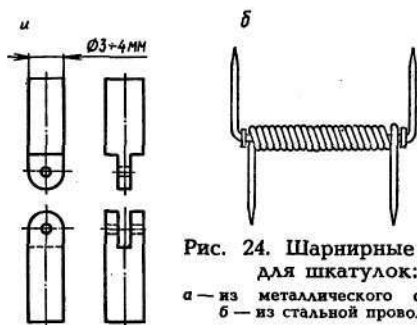

Рис. 24. Шарнирные петли для шкатулок:
Если в шкатулке предусмотрен врезной замочек, с внутренней стороны передней стенки корпуса выбирают паз в размер замочка, намечают и вырезают отверстие для ключа и замочек крепят в паз. По кромке передней стенки крышки соответственно пазу для замочка выдалбливают паз в размер его личинки. Личинка крепится к крышке. Затем в шарнире сверлят отверстие диаметром 0,8 мм для соединительной проволочки. Сначала на каждой боковой грани выступов шарнира шилом намечают точку — центр оси вращения. Затем направленным в дрель тонким сверлышком, сделанным из стальной проволочки, расклепанной и заточенной в виде копыя, сверлят отверстия в выступах корпуса, выступы шарнира крышки вставляют в углубления корпуса и сверлят все вместе. Так легче достигнуть совпадения отверстий. Шарнир в местах соединения смазывают мылом или воском. В просверленное отверстие вставляют проволочку, конец которой предварительно немного заостряют. Длина проволочки должна быть чуть меньше длины отверстия. Концы отверстий заделывают вставками. Сушат изделие 6—8 часов и шлифуют поочередно среднезернистой и мелкозернистой шлифшкурками. Кроме шарнира, выполненного непосредственно на стенках шкатулки, в производстве применяют вклеенные шарниры. Чаще же крышку прикрепляют к корпусу с помощью металлических навесок. Вклеенный шарнир имеет форму цилиндра. На рис. 24,а изображен шарнир конструкции автора. Для шкатулки понадобятся два таких шарнира, для крепления которых в задней части корпуса и крышки сверлят отверстия размером чуть больше диаметра шарнира. Шарнир смазывают клеем (столярным, эпоксидным, БФ-2, «Момент» и т. п.) и сушат 6—10 часов.
**Шарнирные петли для шкапулок.** Для художественных шкапулок и ларцов, как правило, нужны небольшие шарниры с декоративной отделкой, которая должна соответствовать наружной и внутренней отделке изделия, типа шарниров от старой оправы для очков. Подобные петли можно сделать и самому из прутка латунного или из нержавеющей стали диаметром 3—4 мм (рис. 24, а). Можно сделать петли из двух кусков стальной проволоки. Один кусокгибают в виде буквы П, а второй наматывают на него спиралью, концы проволоки затачивают (рис. 24, б).